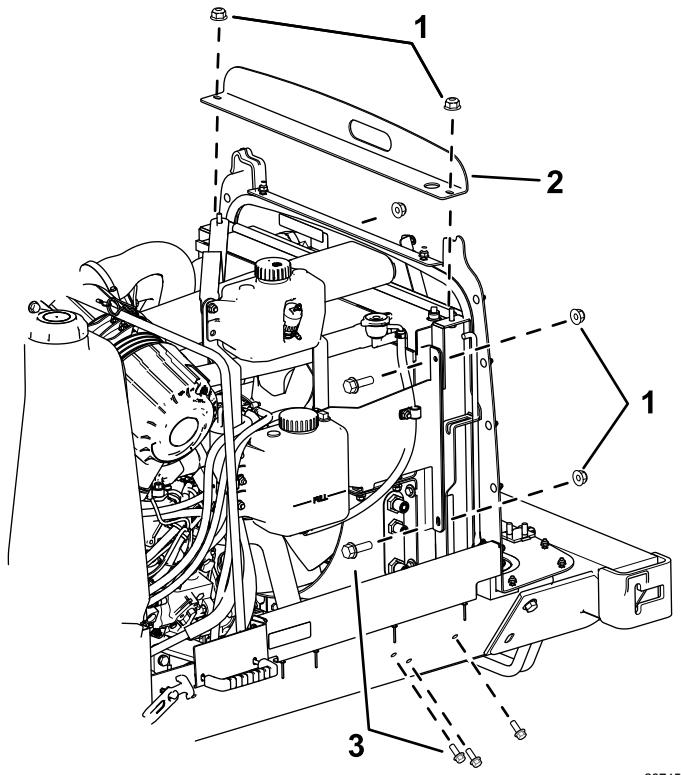

Figura 3
3. Rimuovete i 2 bulloni su ciascun lato del radiatore (Figura 3).
4. Rimuovete i 3 bulloni nella parte inferiore del radiatore su ciascun lato (Figura 3).
7. Sollevate il radiatore, fate scorrere il nuovo supporto del radiatore sotto il radiatore e fissatelo con i bulloni rimossi nella Figura 3.
2. Rimuovete la staffa del radiatore sulla parte superiore del radiatore (Figura 3).